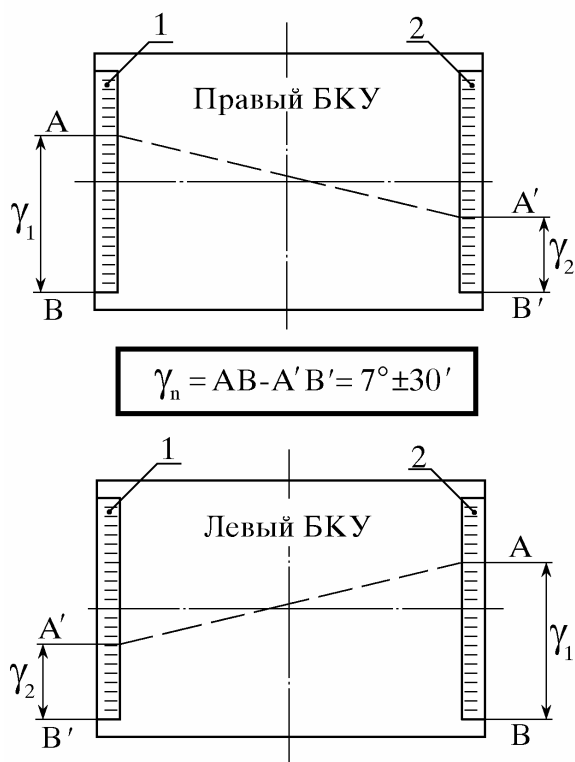

Рис. 6. Контроль углов продольного наклона осей поворота передних колес:
4.1.1.1. Вращением рулевого колеса автомобиля сместить проекцию пучка лазерного излучения на левую вертикальную шкалу правого БКУ и зафиксировать его положение А (рис. 6).
При этом учесть, что положение пятна А (см. рис. 6) необходимо фиксировать на правой вертикальной шкале левого БКУ, а положение А' - на его левой вертикальной шкале.